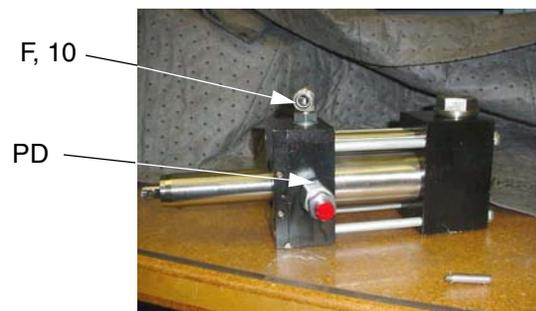

FIG. 9
14. Retire el adaptador (F) de la parte superior de las bases de ambas bombas y el disco de despresurización (PD) de la parte trasera de las mismas. Vea FIG. 9.
15. Inserte tapones (2) en los orificios de los discos de despresurización (PD) de ambas bombas dosificadoras.
16. Sustituya el adaptador superior (F) con los adaptadores nuevos (10) incluidos en el kit.